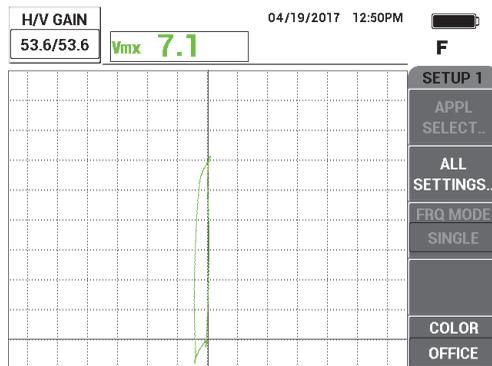

Рис. 5-237 Настройка усиления
4. Нажмите клавишу GAIN (**dB**) и увеличьте усиление, так чтобы сигнал от дефекта поднялся на 6 делений вверх (см. Рис. 5-237 на стр. 310).